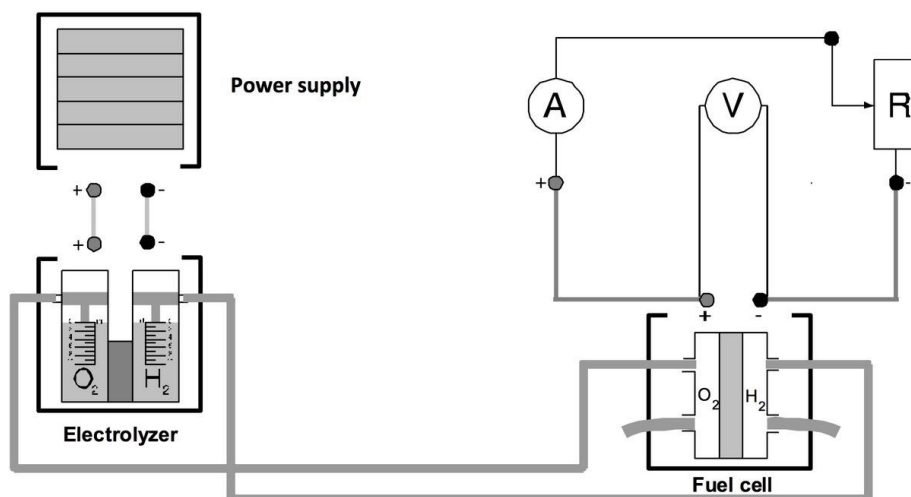

Fig. 3: Schéma du dispositif expérimental
- Raccorder la pile à combustible à l'électrolyseur comme indiqué sur la fig. 3.
- Connectez la pile à combustible à une résistance de charge selon la figure 3. Assurez-vous que la charge est d'au moins 1 MΩ avant de la connecter à la cellule. Vérifiez que le voltmètre affiche une tension de circuit ouvert entre 0,8 et 1 V et que aucun courant passe à travers la pile à combustible.